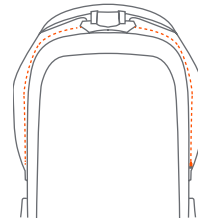

Fig. 10a
10) • Asegúrese de que la tela de la sillita esté sujeta al soporte para la sillita. Si la tela de la sillita trae el zíper abierto, envuelva la tela de la sillita por el soporte de la sillita (Fig. 10a) y cierre el zíper de la tela.